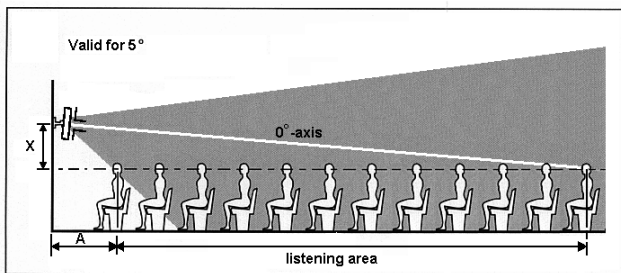

Abbildung 2: Abstrahlung der Lautsprechereinheit in Seitenansicht Wandmontage in 5°-Winkel
Wenn weniger Variationen im Schalldruckpegel gewünscht werden, wird ein Winkel von 5° empfohlen. Dadurch ergibt sich ein kleinerer Gesamthörbereich als bei Ansatz 1, und der Bereich in unmittelbarer Nähe der Lautsprechereinheit („A“ in Abbildung 2) liegt außerhalb des Hörbereichs. Diagramm 1 zeigt die Beziehung zwischen „A“ und der Montagehöhe der Lautsprechereinheit bei einem Installationswinkel von 5°.
- Abbildung 2 zeigt die 1 kHz-Oktavenform, die von der Lautsprechereinheit abgestrahlt wird, und Abbildung 3 zeigt die Abstrahlung der 4 kHz-Oktavenform. Der Hörbereich mit der optimalen Akustikleistung liegt in diesen Formen. Stellen Sie sicher, dass die 4 kHz-Form mit den mithilfe von Diagramm 1 ermittelten Abmessungen den gewünschten Hörbereich ausreichend abdeckt.